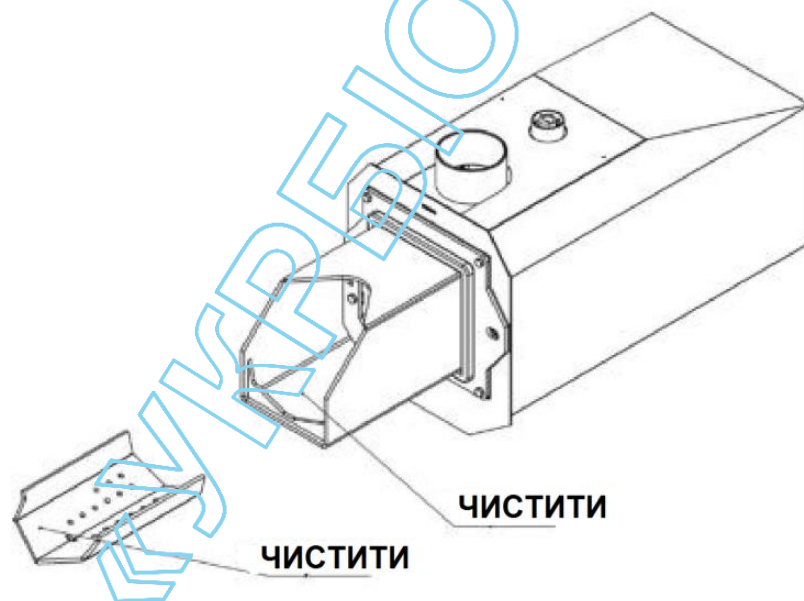

Рис.16. Чистка пальника Platinum Bio
3. Зняти решітку пальника та очистити його (звернути увагу на прохідність аераційних проводів). Очистити корпус решітки пальника (рис.16).